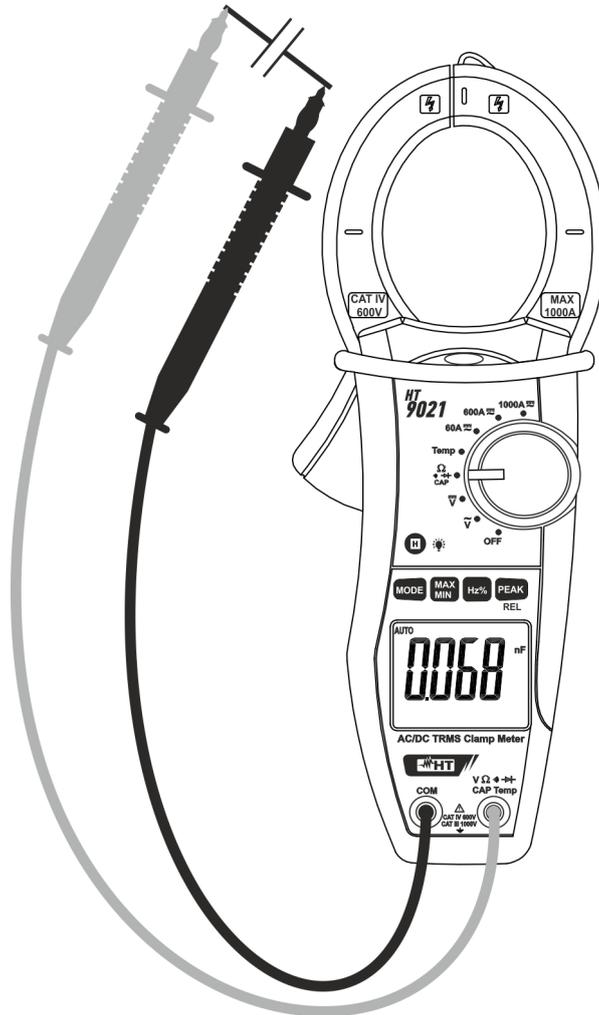

Fig. 7 : Utilisation de la pince pour mesure de capacité
4. Positionner les embouts sur les points désirés du circuit sous test (Fig. 7). La valeur de capacité sera affichée à l'écran. Dans la mesure de capacité, la barre graphique analogique est désactivée.